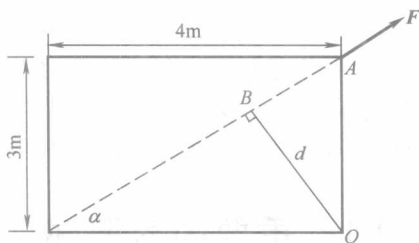

图 1.3 力对点之矩
1. (原 1) 已知力作用在平面板 A 点处, 且知 $F=100\text{kN}$, 板的尺寸如图 1.3(原图 1.25)所示。试计算力 $\mathbf{F}$ 对 O 点之矩。